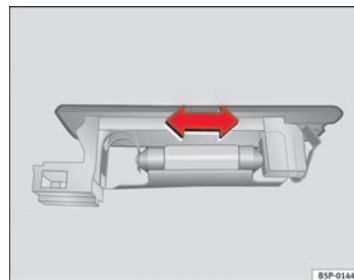

Abb. 193 Gepäckraumbeleuchtung
- Die Lampe zur Seite drücken und aus ihrer Halterung herausnehmen ⇒ Seite 273, Abb. 193. ■